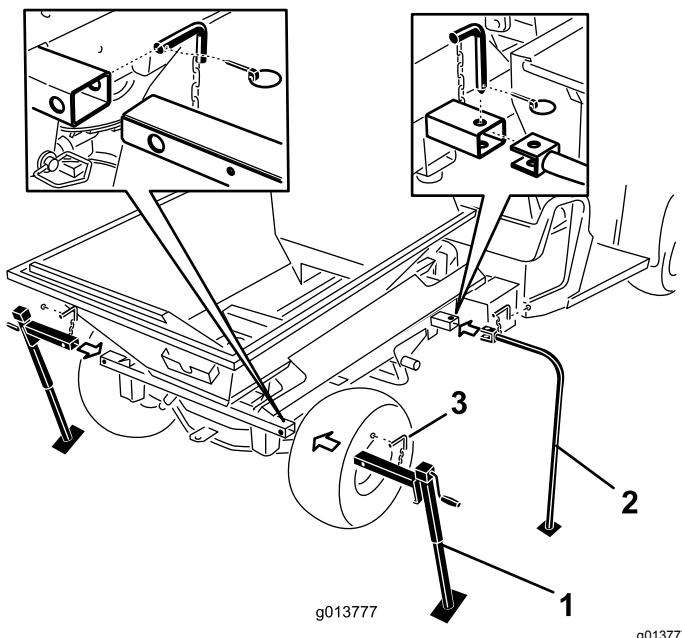

图49
7. 将前存放支柱和后支架千斤顶插入机器管中并用锁定销进行固定 图49。